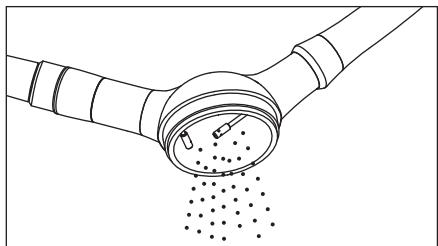

Figure 5
- Ouvrez le couvercle de la chambre poudre et jetez la poudre de nettoyage restante (figure 5).